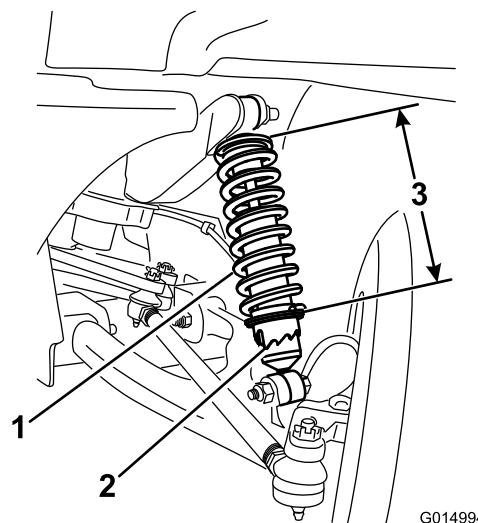

図 32
- A. 特殊工具 TOR06010 を使って、ショックアブソーバのカラーを回転させてスプリングの長さを変更する (図 32)。